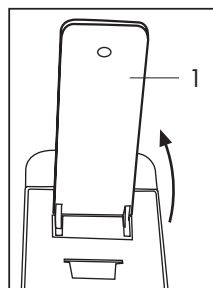
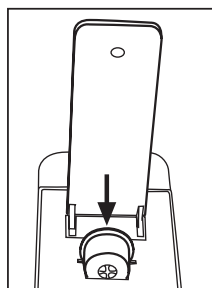

Fig. 8
Fig. 9
- Soulever complètement le levier de commande (1) (**Fig. 8**) et introduire une capsule dans l'espace prévu. (**Fig. 9**)